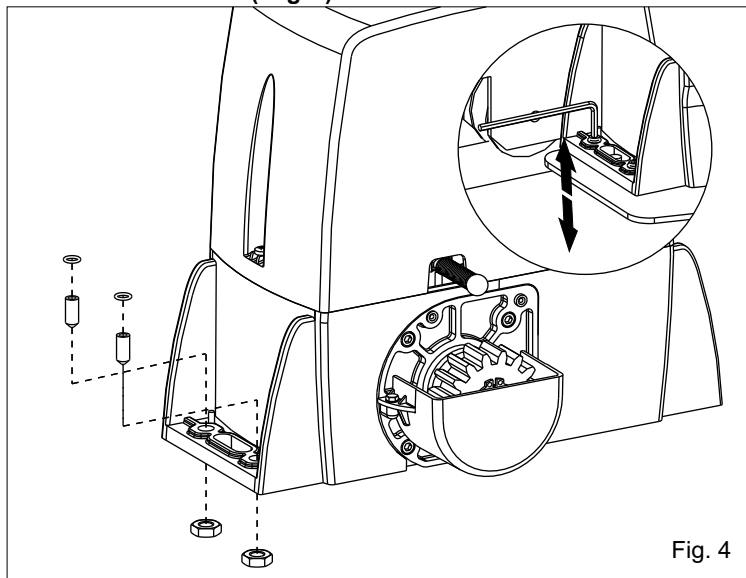

Fig. 4
4.1. Insertar los 4 pasadores en los respectivos agujeros de modo de regular la altura del motoreductor a la placa (Fig. 4).